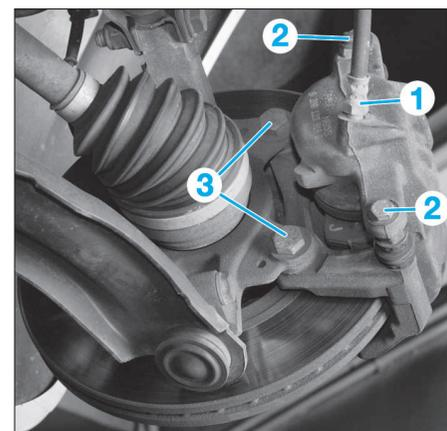

FIG. 10
- Desserrer le raccord (1) du flexible de frein (Fig.10).
- les vis (3) de fixation du support d'étrier sur le pivot (Fig.10).